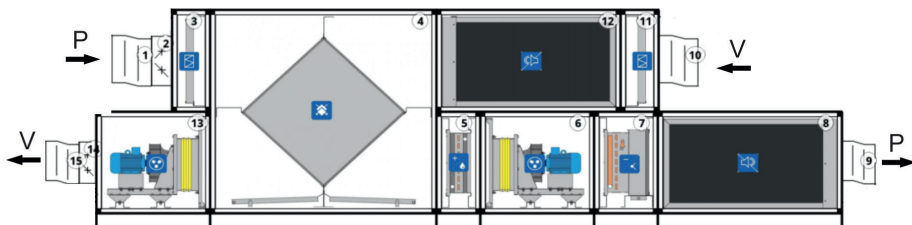

Рисунок 1
V.F - вставка гибкая фронтальная (поз. 1 рисунок 1);
KM.F - клапан ВКм фронтальный (поз. 2 рисунок 1);
C.L.3 - фильтр кассетные EU3 (поз. 3 рисунок 1);
D.6.2R - бокс водяного нагревателя двухрядного (поз. 5 рисунок 1);
A.F.РЦ.40.7,5.2 - бокс вентилятора (поз. 6 рисунок 1);
E.2.4R.2P - бокс фреонового охладителя четырехрядного, двухпоточного (поз. 7 рисунок 1).
V.F - вставка гибкая фронтальная (поз. 9 рисунок 1);
H.2 - шумоглушитель (поз. 8 рисунок 1).